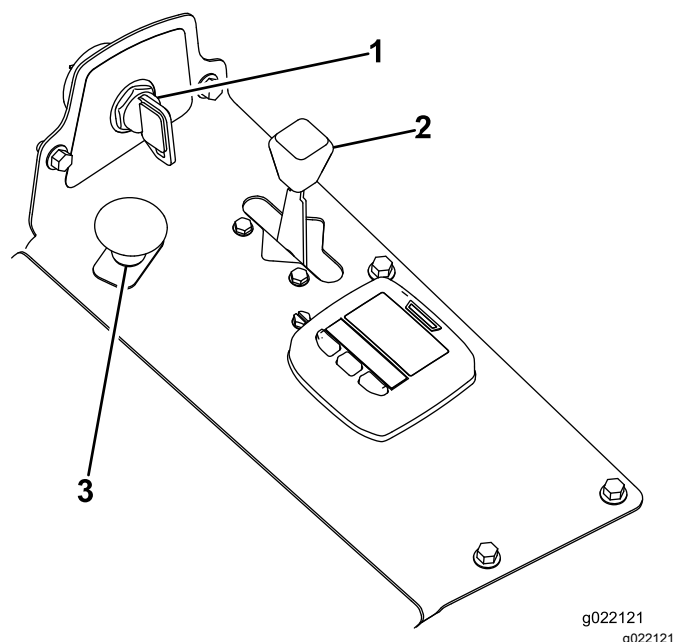

Figura 16
4. Desloque o interruptor da tomada de força para a posição DESLIGAR (Figura 16).